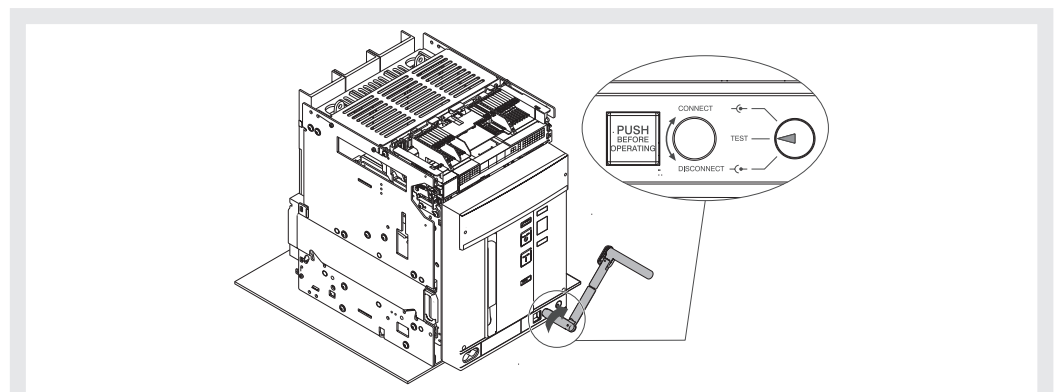

Figure 45
10. Tourner la manivelle dans le sens horaire jusqu'à ce que le bouton sorte et l'indicateur signale que le disjoncteur est en position **TEST**. Voir Figure 45.